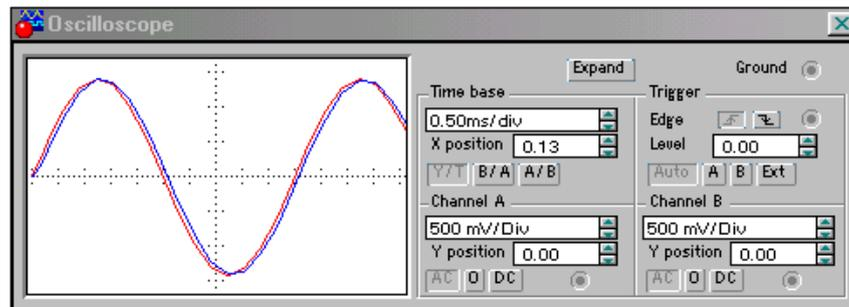

Рис.8
2.4. Открыть переднюю панель осциллографа в виде, показанном на рис. 8. Выставить параметры осциллографа.
изображении осциллографа. На рабочем столе откроется **передняя панель прибора, показанная на рис. 8**. Заземление осциллографа осуществляется с помощью клеммы **GROUND** в правом верхнем углу прибора.
С правой стороны от кнопки “DC” (рис.8) расположены входные клеммы каналов, к которым подключаются исследуемые сигналы (см. рис. 7, 13).